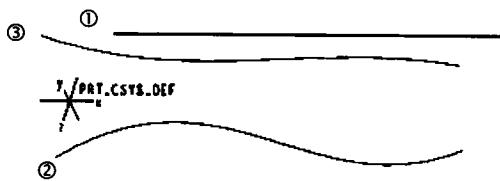
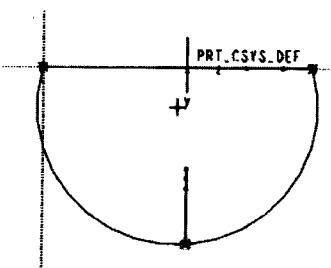

图 1-3
图 1-4
- ① 打开文件 var_sec_swp_f.prt，可看到 3 条曲线，如图 1-3 所示。
- ② 选择“插入”→“伸出项”→“可变截面扫描”命令。
- ③ 选择“垂直于原始轨迹”，“完成”命令。
- ④ 以“选取轨迹”选择第 1 条曲线。单击“完成”选取后确定起点箭头在下方，单击“完成”，若起点箭头位置错误，请用起始点更改。
- ⑤ 以“选取轨迹”选择第 2 条曲线。单击“完成选取”→“完成”命令。
- ⑥ 以“选取轨迹”选择第 3 条曲线。单击“完成选取”→“完成”命令。再单击“完成”结束曲线选取。
- ⑦ 绘制如图 1-4 所示的截面，通过 3 条曲线的起点。